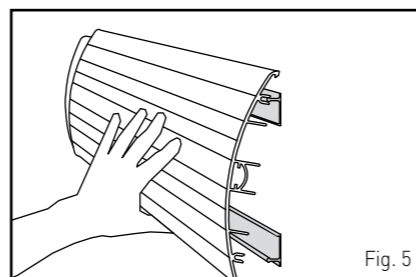

Fig. 5
- Clipper enfin le profilé PVC sur les clips ou rails en donnant des coups secs sur le profilé, utiliser un maillet si nécessaire. S'assurer enfin que le profilé PVC est correctement clippé sur tous les clips ou sur toute la longueur du rail. (Cf. Fig. 5 et 6)